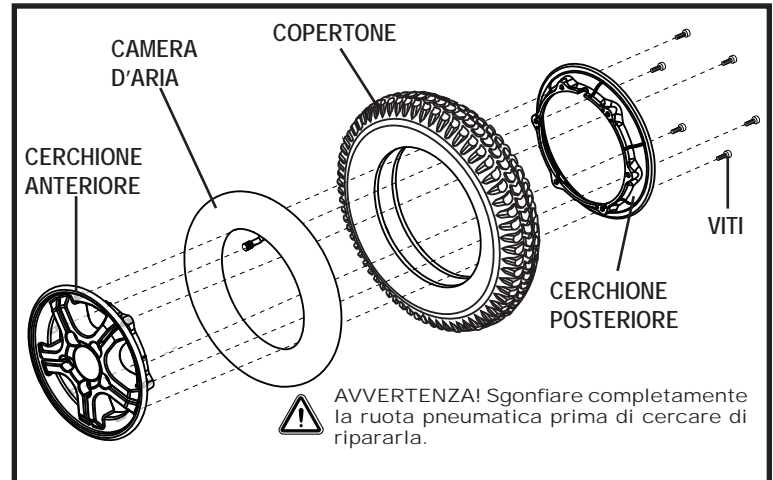

Figura 24. Ruota Motrice smontata della Fusion
6. Rimuovere le viti che fissano le due metà del bordo insieme. **Vedere figura 24.**